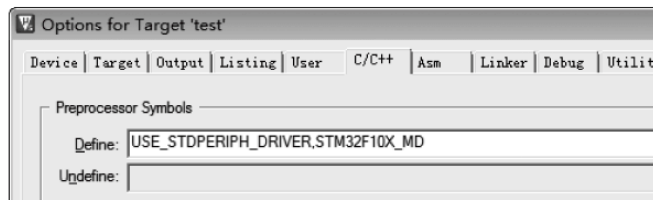

图 5.22 配置 C/C++ 选项卡
(3) 配置 Listing 选项卡,与配置 Output 选项卡类似,选择工程目录下的 List 文件夹放置编译生成的列表文件,通过 Select Folder for Listings 进行设置。
(4) 配置 C/C++ 选项卡,在这个选项卡中需要设置预编译的符号定义,以及用于搜索头文件的路径。配置完后,添加预编译宏定义,在图 5.22 所示位置添加 USE_STDPERIPH_DRIVER 和 STM32F10X_MD 两个宏定义。